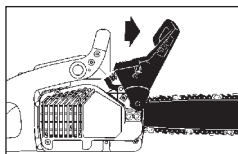

Fig. 7B
2. Le frein de chaîne est **BLOQUÉ** (la chaîne ne peut pas bouger) quand le levier de frein est repoussé vers l'avant. Vous ne devez pas pouvoir faire bouger la chaîne (Fig. 7B).